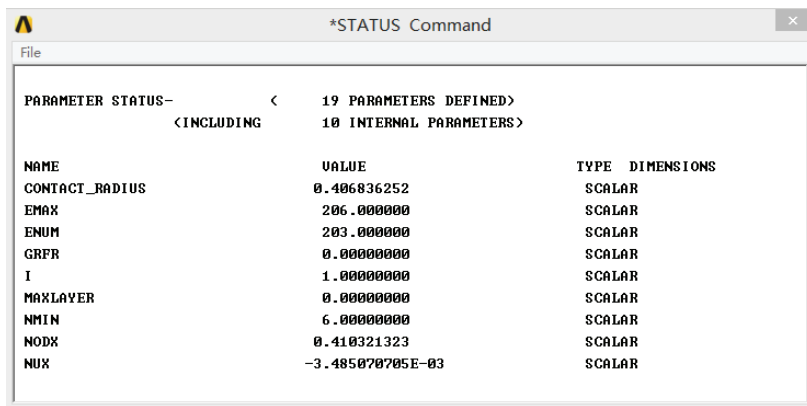

图 3-105 参量计算结果显示
② 技巧: 可以将命令先写入记事本文件, 再采用复制和粘贴的方式输入。注意, 命令写入时一定要使用英文标点符号。
7) 选择 Utility Menu | List | Other | Parameters 命令, ANSYS 显示窗口将显示参量计算结果, 如图 3-105 所示, 从中可以看出接触半径 CONTACT_RADIUS 约为 0.4068。